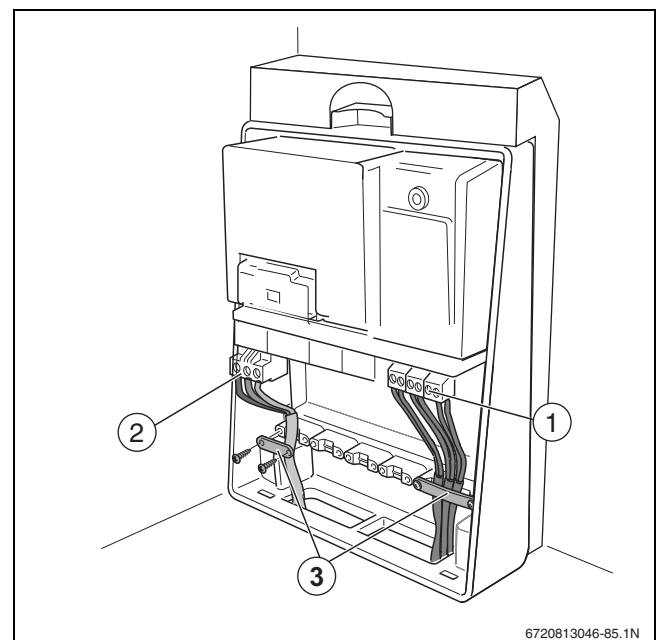

Bild 35 Kabelschelle montieren
- ▶ 230 V AC Netzkabelanschluss des ersten Moduls für das zweite Modul verwenden. Hierzu das mit dem Modul mitgelieferte Kabel verwenden (→ Bild 35, [2]).